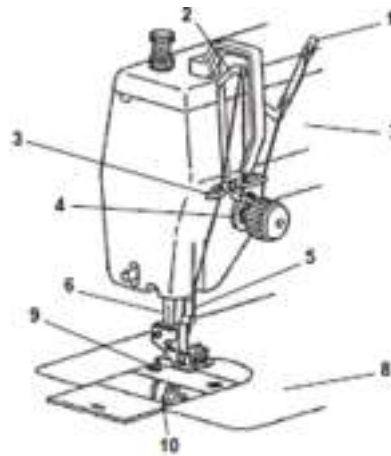

Figura 38
- Com um pano macio limpe os pontos descritos abaixo e que aparecem na Figura 38.
- (1) Guia-linha do cabeçote;
- (2) Alavanca do estica fio;
- (3) Guia-linha e protetor;
- (4) Discos de tensão;
- (5) Barra da agulha;
- (6) Barra de pressão;
- (7) e (8) Cabeçote e a base da máquina.
- Com um pincel limpe os pontos abaixo que aparecem na Figura 38.
- (9) Dente impelente;
(10) Lançadeira e a área por baixo da chapa da agulha;